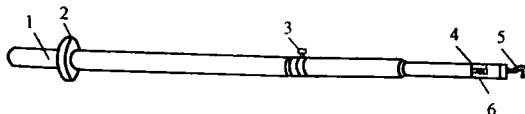

图 1-2-3 高压验电器
(2) 高压验电器: 又称高压测电器, 高压验电器 (10kV) 由金属钩、氖管、氖管窗、固紧螺钉、护环和握柄组成, 如图 1-2-3 所示。高压验电器的使用方法如图 1-2-4 所示。使用高压验电器时应注意以下几点: